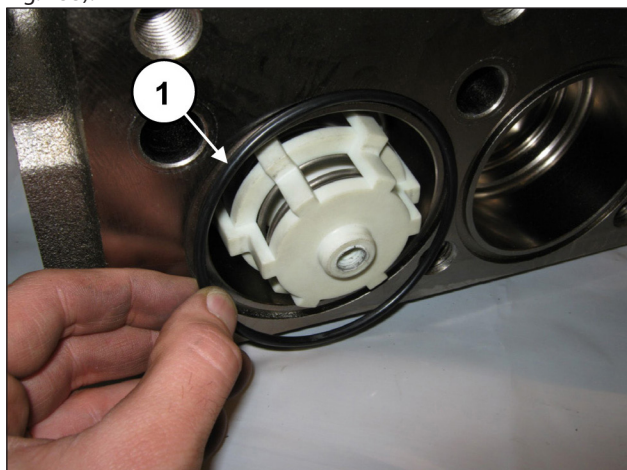

Fig. 153
Applicare l'O-ring frontale alle valvole di aspirazione (pos. ①, Fig. 153).